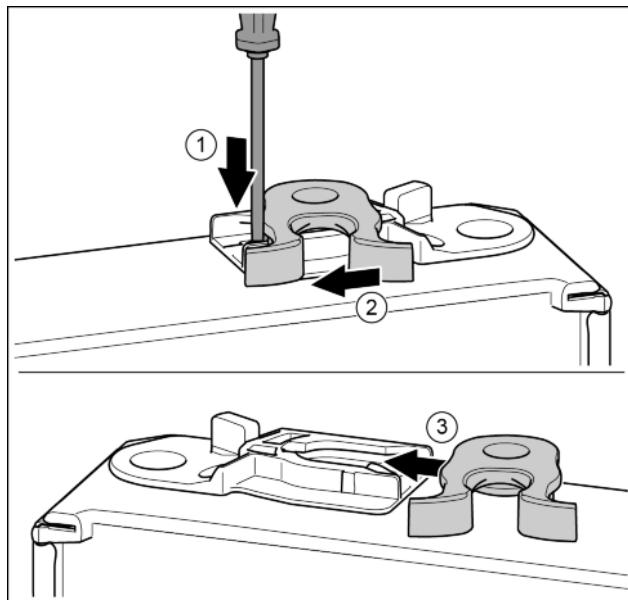

*Fig. 18*
- ▶ Свалете капака и го поставете от другата страна. *Fig. 18 (1)*
- ▶ Поставете лагерната стойка от другата страна и я завийте с помощта на отвертка T25. Започнете с винт 2 долу в средата. *Fig. 18 (2)*
- ▶ Затегнете винт 3 и 4. *Fig. 18 (3, 4)*
- ▶ Вкарайте изцяло лагерния болт. При това обърнете внимание на това, фиксиращата гърбица да сочи назад. *Fig. 18 (5)*